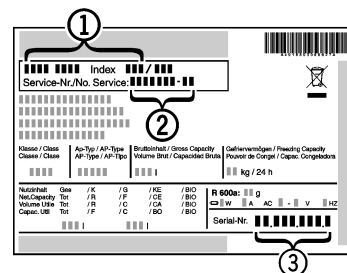

Fig. 11
- Denominación del aparato *Fig. 11 (1)*, nº del servicio técnico *Fig. 11 (2)* y nº de serie *Fig. 11 (3)* en la placa de identificación. La placa de identificación se encuentra en la parte interior izquierda del aparato.
- Informe al servicio postventa e indique el fallo, la denominación del aparato *Fig. 11 (1)*, el nº del servicio técnico *Fig. 11 (2)* y el nº de serie *Fig. 11 (3)* .